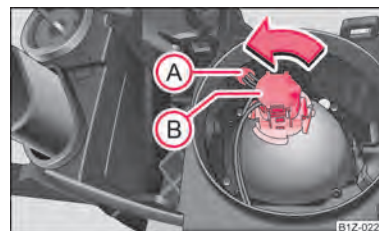

Fig. 183 Dépose des ampoules des feux de position et de croisement
- Sortez la douille (A) ⇒ fig. 183.
- Faire tourner la fiche avec l'ampoule (B) à fond vers la gauche et la sortir ⇒ fig. 183.